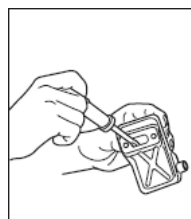

FIG. 17
1. Rimuovere la marmitta (Fig. 17), inserire un cacciavite nella porta di scarico e rimuovere eventuali depositi di carbonio. Allo stesso tempo, eliminare eventuali depositi carboniosi sull'attacco di scarico della marmitta e sull'attacco di scarico del cilindro.